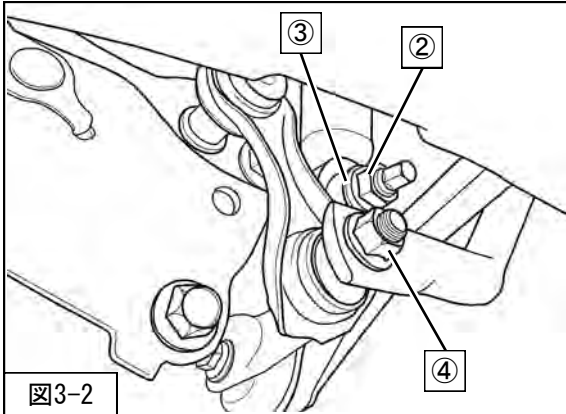

図3-2
4. ②リアショックアブソーバASSYロア取付ナット
③ワッシャ
④スタビライザリンク取付ナットを取外してください。(図3-2)